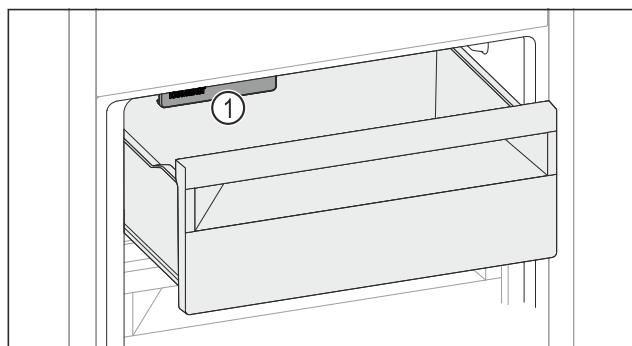

Fig. 142
► Учитывайте IceMaker Fig. 142 (1).